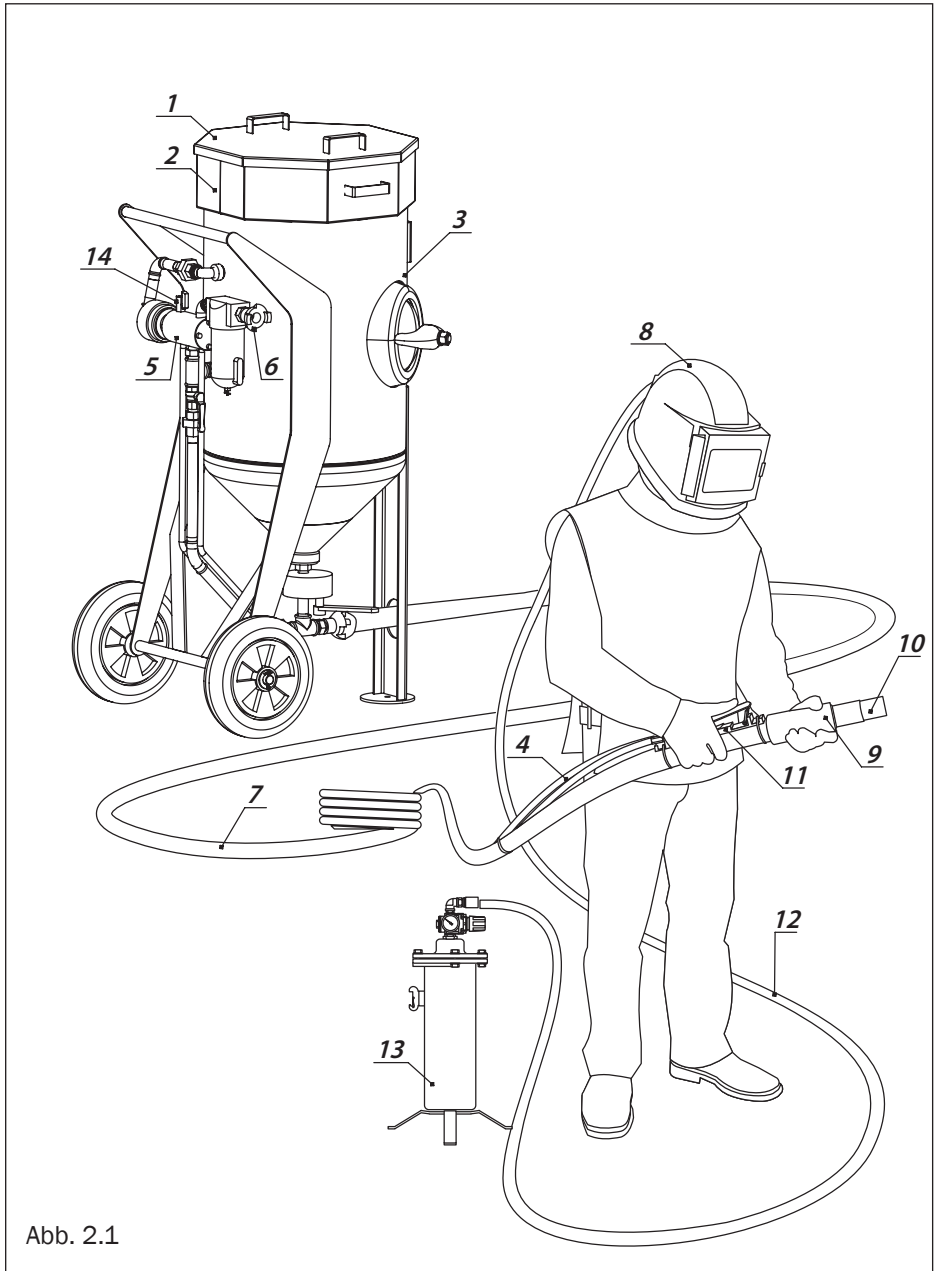

Abb. 2.1
10. Öffnen Sie das Unterbrecherventil 14 (Abb. 2.1).